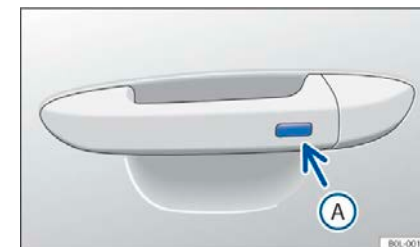

Рисунок 42 Дверная ручка: кнопка бесключевого доступа
- Нажмите функциональную кнопку на ручке двери со стороны водителя → рис. 42 A.
- Кроме того, в течение пяти секунд нажимайте функциональную кнопку на ручке двери со стороны водителя → рис. 42.